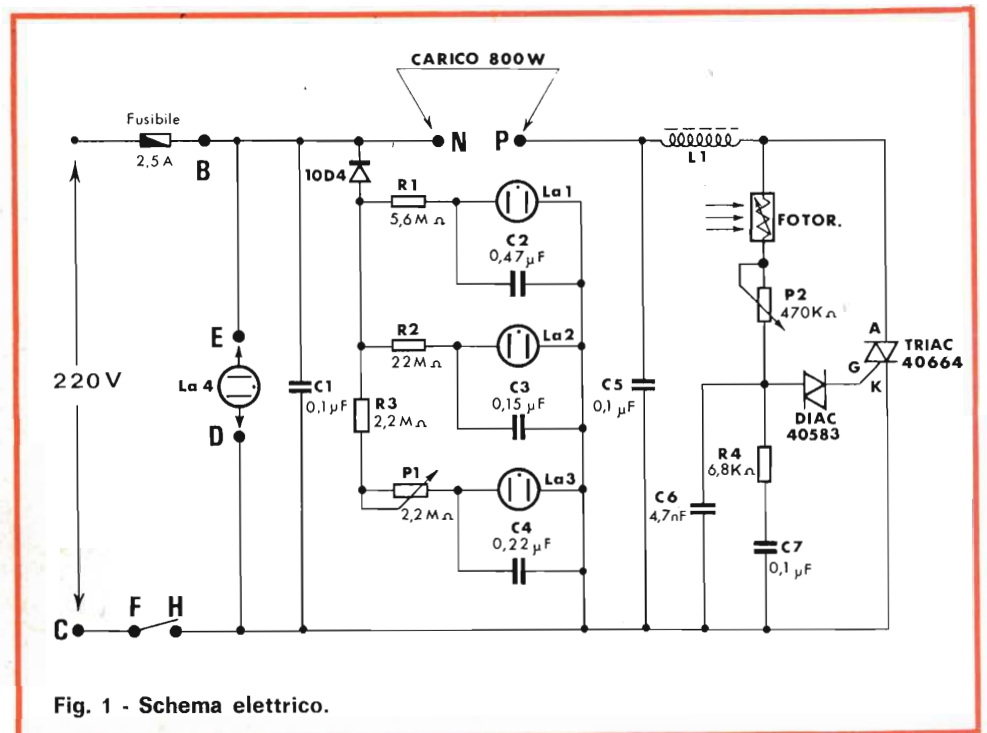

Fig. 1 - Schema elettrico.
**N**ella fig. 1 è illustrato lo schema elettrico di questo montaggio; attraverso la sua analisi è facile dedurre il funzionamento.